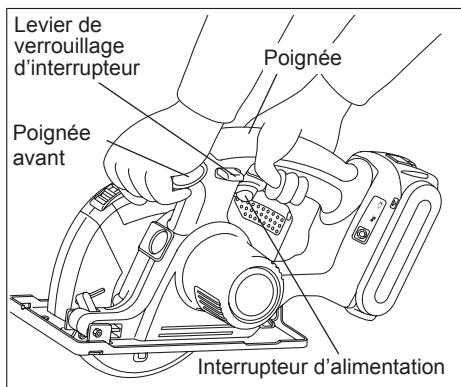

Fig. 8
Maintenez l'outil avec les deux mains. (Voir la fig. 8) N'essayez pas de retirer le matériau scié alors que la lame tourne.
- Tenez toujours la poignée dans une main et le poignée avant dans l'autre. (Voir la fig. 8). Maintenez une pression ferme et pressez complètement le commutateur.